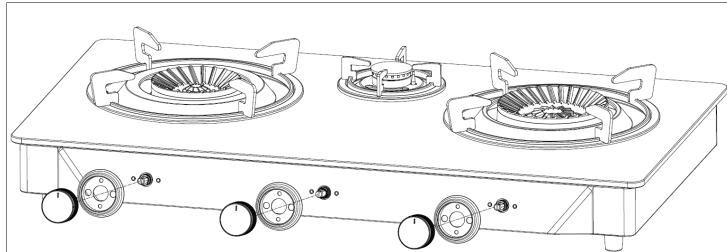

Figure 4
- Fixez le socle du bouton et le bouton de manière appropriée (figure 4).